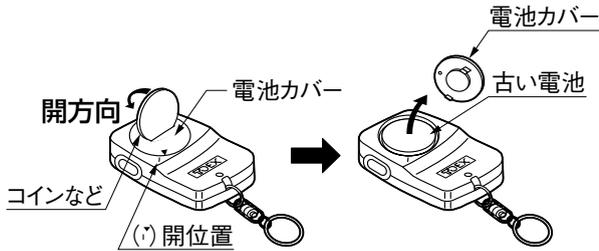

図15-1
- ① リモコン送信器裏側、電池カバーの溝にコイン等を差込み、反時計回りにまわして電池カバーを外してください。（図15-1参照）